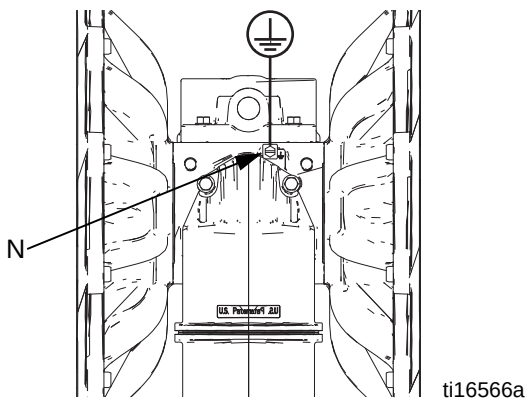

FIG. 3. Aardschroef en -draad
- N Aardschroef (alleen voor aluminium en roestvrij staal, zie FIG. 3, pagina 10).
Pomp: zie FIG. 3. Draai de aardschroef (N) los. Maak een uiteinde van een minimaal 1046 inch (12 ga) aarddraad vast achter de aardschroef en draai de schroef stevig vast. Sluit het klemuiteinde van de massadraad aan op een echt aardingspunt. Er is een aarddraad met klem, Onderdeel 238909, verkrijgbaar bij Graco.